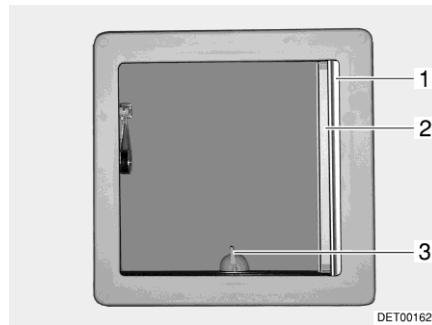
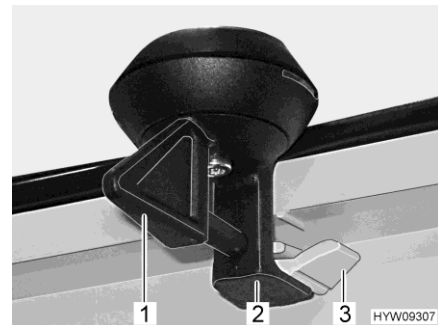

Bild 75 Kipp-Dachhaube
Bild 76 Verriegelung (Kipp-Dachhaube)
- Den Hebel (Bild 75,3 bzw. Bild 76,1) eine viertel Umdrehung drehen.
- Den Hebel eine viertel Umdrehung drehen. Die Verriegelung (Bild 76,2) muss in die untere Raste (Bild 76,3) gleiten.
*Schließen:* ■ Faltverdunklung (Bild 75,1) ausziehen und an gewünschter Position loslassen. Die Faltverdunklung bleibt in dieser Position stehen.
*Schließen:* ■ Insektenschutzrollo (Bild 75,2) ausziehen, bis es an der Verriegelung an der gegenüberliegenden Seite einrastet.